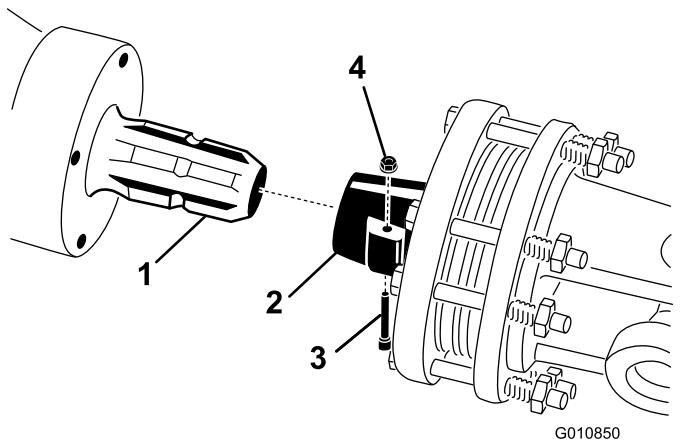

Figura 23
1. Retire o pino e a porca do veio da tomada de força (Figura 23).
2. Ligue a extremidade da embraiagem do veio da tomada de força ao eixo de entrada da transmissão do arejador com o pino e a porca previamente retirados (Figura 23). O pino é inserido apenas de uma forma.